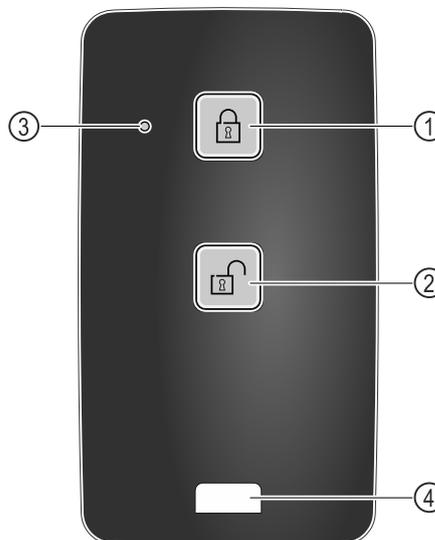

Fig. 245
- Premere il tasto Fig. 245 (1) sul telecomando.
- Premere il tasto Fig. 245 (2) sul telecomando.
- Il LED di stato Fig. 245 (3) fornisce un feedback visivo quando viene premuto un pulsante.
- Occhio Fig. 245 (4) per agganciare il telecomando, ad esempio a un portachiavi.